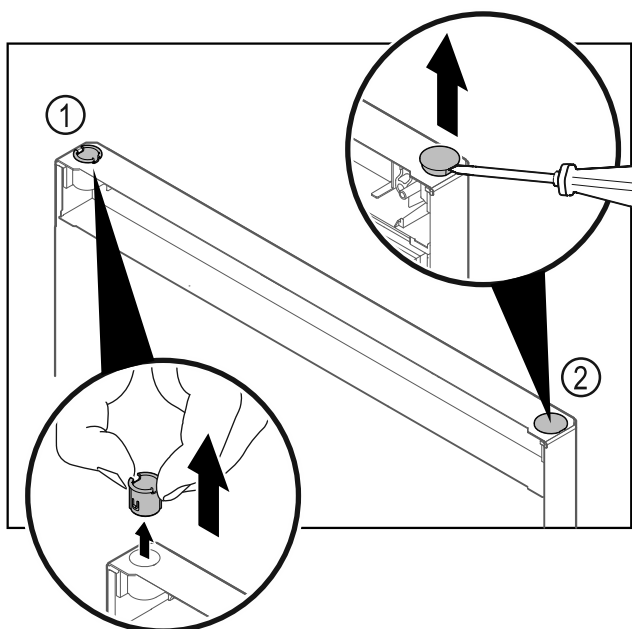

Fig. 39 Дверь морозильного отделения
- ▶ Пальцами вытяните шарнирную втулку Fig. 39 (1).
- ▶ Шлицевой отверткой осторожно подцепите и извлеките заглушку Fig. 39 (2).